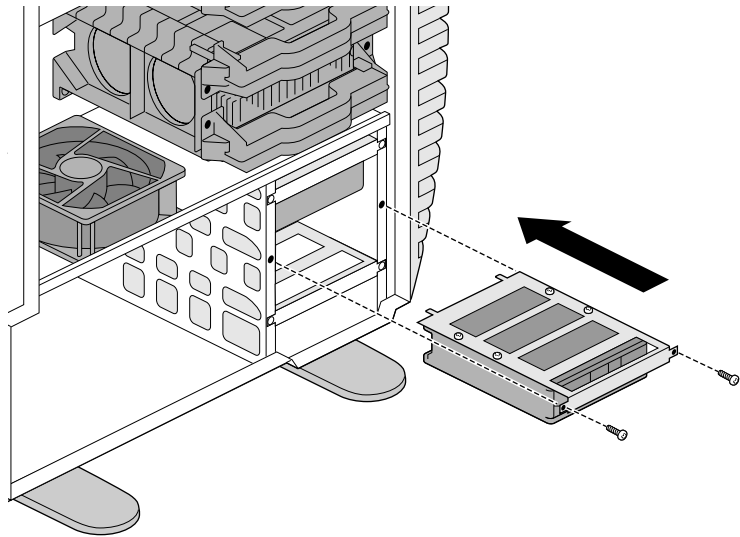

Figure 4-17 Fixation du disque au châssis
8. Tout en maintenant le disque à l'envers, glissez le disque et son support dans la baie inoccupée, comme indiqué à la Figure 4-17.